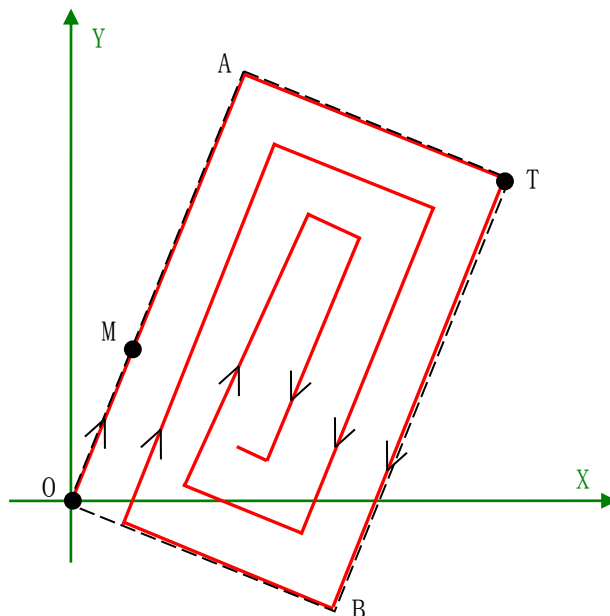

图 7.23 渐开线模式的矩形插补运动示意图
如图 7.23 所示，要进行一次渐开线模式的矩形插补运动，必须确定以下三个参数：
- (1) 对角位置，如图 7.23 中的点 T，该点确定了矩形的对角点。
- (2) 矩形方向标记位置，如图 7.23 中的点 M。矩形方向标记位置确定了矩形插补运动第一条边的运动方向，该方向为射线 OM 的方向。
此时，通过对角位置坐标及矩形边的方向，则可以确定该矩形区域的框架，如图 7.23 中的矩形 OATB。
- (3) 圈数，如图 7.23 中矩形插补运动的圈数为 3。通过圈数参数，可以设置在指定矩形区域内进行矩形区域渐开线插补运动的圈数。